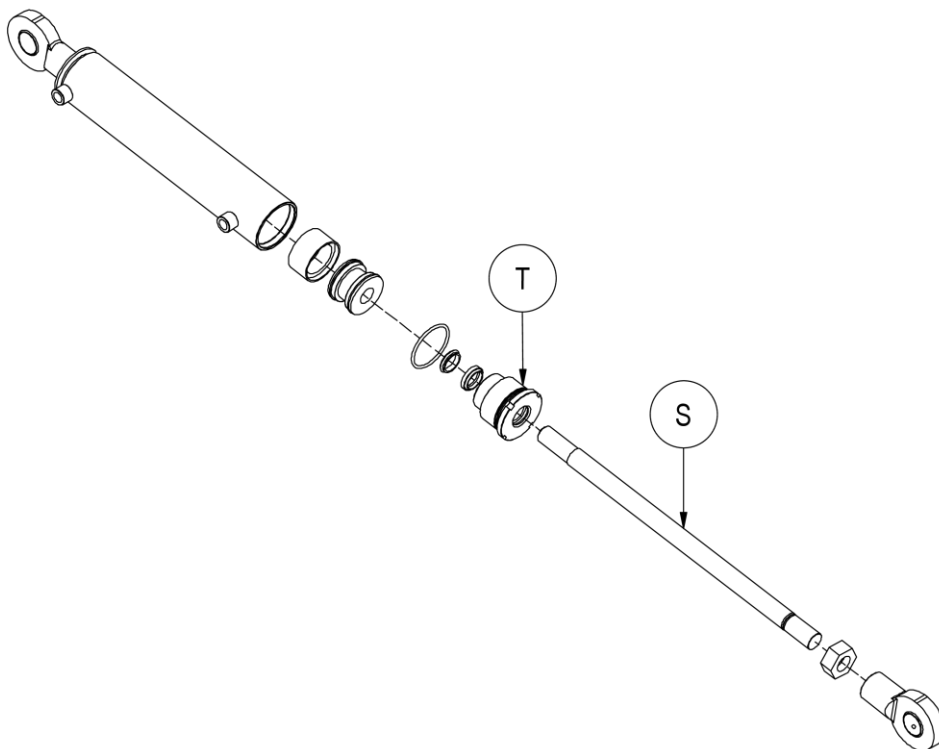

Figura 28
8. Prendere come riferimento la *Figura 28*.